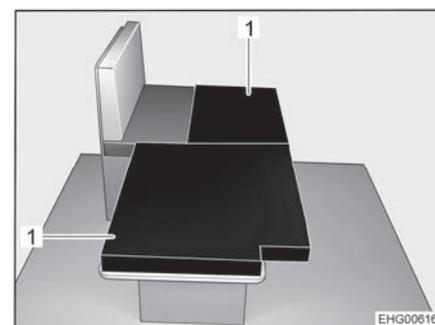

Fig. 55 Después de la transformación
- Colocar los dos cojines adicionales (Fig. 55,1) en la mesa bajada del modo mostrado en la imagen.